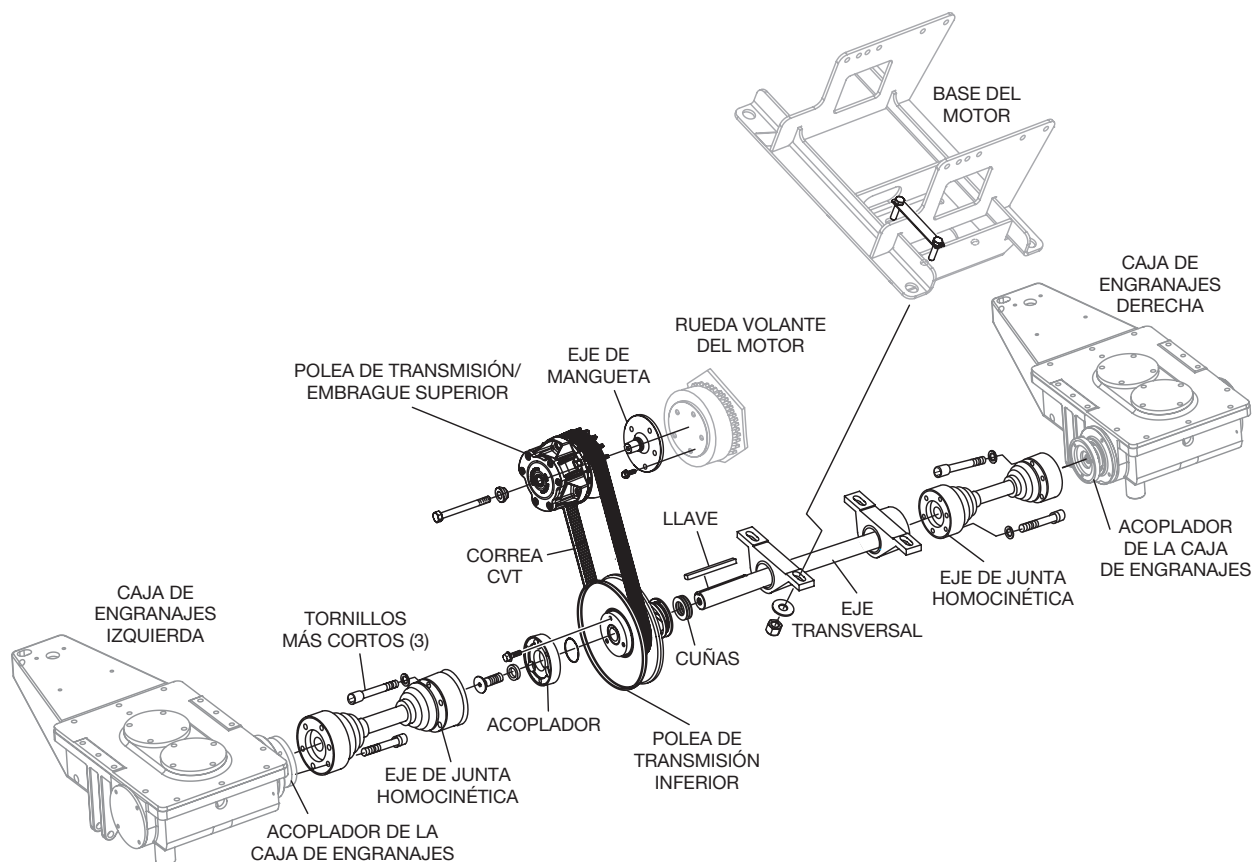

Figura 22. Nuevo conjunto de accionamiento
12. Conecte el ensamble del eje de junta homocinética derecha al acoplador de la caja de engranajes derecha (si corresponde) y el acoplador del eje transversal. Conecte el ensamble del eje de junta homocinética izquierda al acoplador de la polea inferior y el acoplador de la caja de engranajes izquierda. Consulte la Figura 22.
La Figura 22 ilustra el nuevo conjunto de accionamiento totalmente instalado.